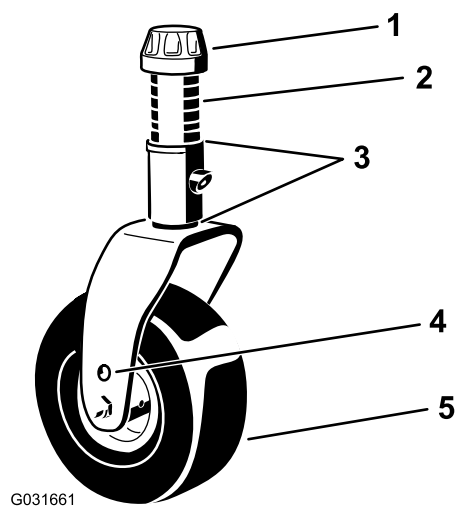
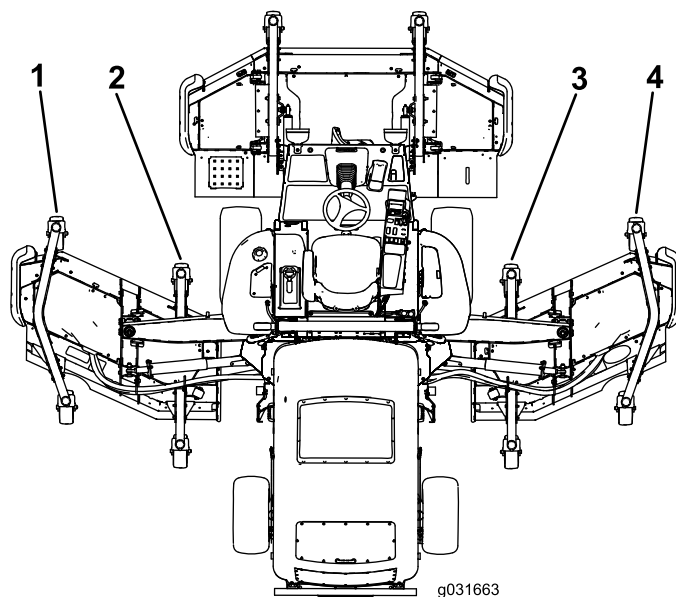

Рисунок 31
Рисунок 32
5. Если внутренняя кромка боковой дека газонокосилки находится слишком высоко по отношению к наружной кромке передней дека газонокосилки, снимите одну регулировочную прокладку с нижней части рычага переднего внутреннего поворотного колеса на боковой дека газонокосилки (Рисунок 31 и Рисунок 32).
6. Если внутренняя кромка по-прежнему находится слишком высоко, снимите еще одну прокладку с нижней части рычага переднего внутреннего поворотного колеса боковой дека газонокосилки и одну прокладку с рычага переднего наружного поворотного колеса боковой дека газонокосилки (Рисунок 31 и Рисунок 32).
7. Если внутренняя кромка боковой деки газонокосилки находится слишком низко по отношению к наружной кромке передней деки газонокосилки, добавьте одну прокладку (1/8 дюйма) в нижнюю часть рычага переднего внутреннего поворотного колеса на боковой деке газонокосилки (**Рисунок 31** и **Рисунок 32**).